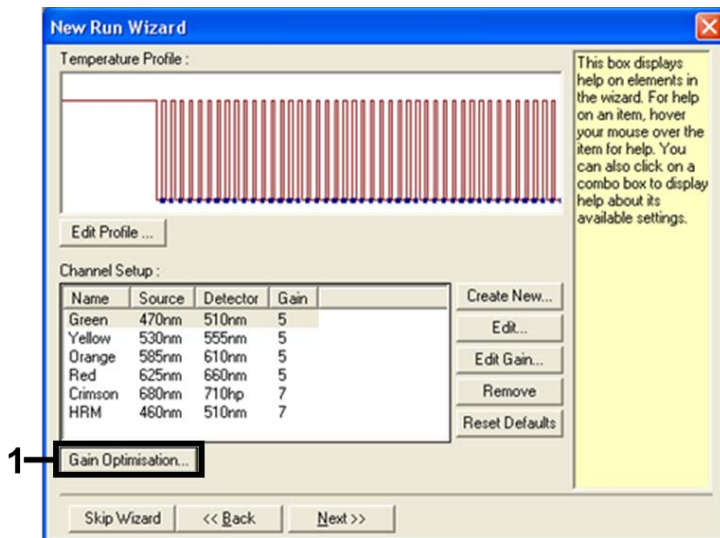

Figura 10. Otimização de ganho.
12. Na próxima caixa de diálogo, clique em Gain Optimisation (Otimização de ganho) (Figura 10).